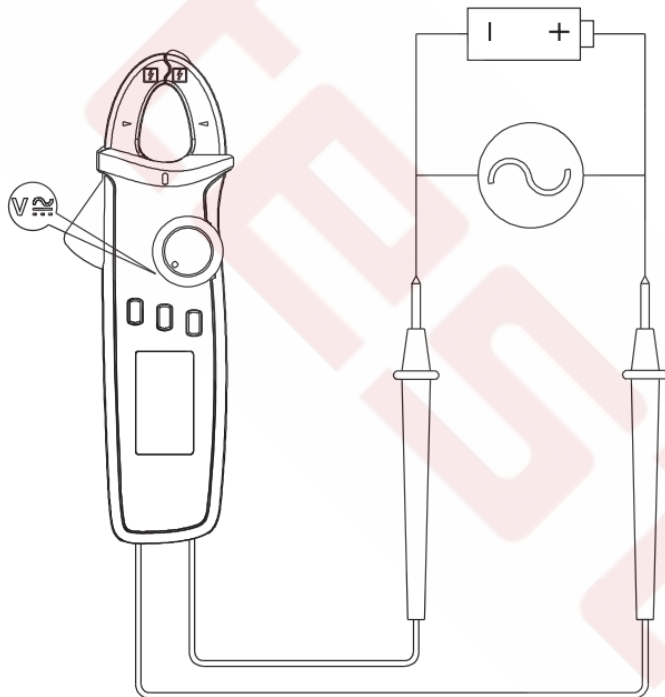

Рисунок 3
- Прикоснитесь черным и красным щупами к обследуемой цепи или устройству, например, розетке электросети (рисунок 3).